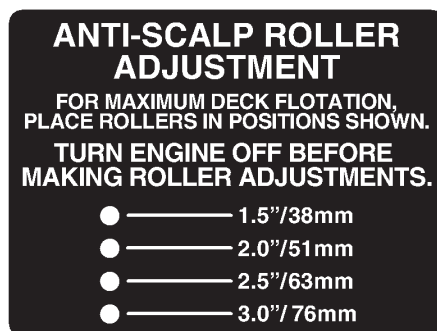

Bild 13
2. Wählen Sie ein Loch, bei dem die Antiskalpierrolle der gewünschten Schnitthöhe so nahe wie möglich ist (Bild 13).